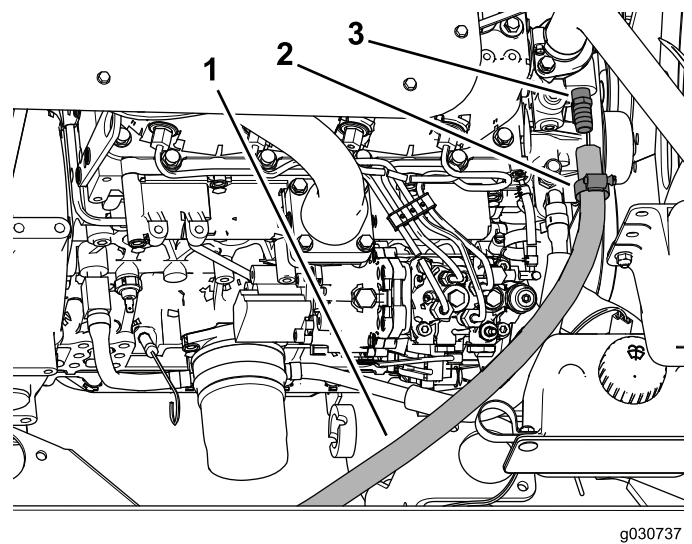

図 37
5. 供給側ホースにクランプを通し、このホースを図 37に示すようにフィッティング 3/8 NPT x 0.625 バープに接続する。